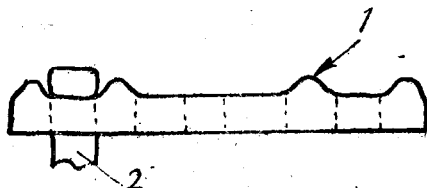

图4 爪太低的侧环
9. 滾銷子：在制造上由于側环的爪太低，或工字銷子成圓头，如图4所示。在使用时因鏈子松，工字銷子滾动，而自行脫落，造成断鏈子。有些大鏈太老不能解开，用螺絲代替工字銷子；有的螺絲太长，有的螺絲穿的方向不正确，螺帽也易自行脫落而发生断鏈子事故。